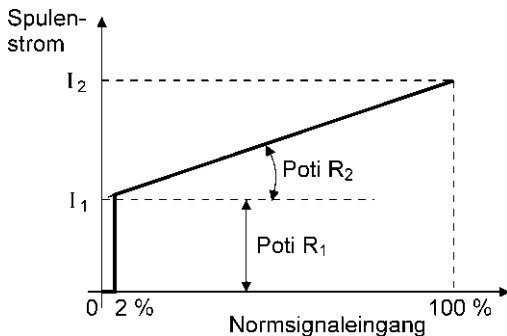

Bild 1: $I(U)$ -Kennlinie
- Verstärkungspotentiometer R_2 zur Festlegung der Steigung der $I(U)$ -Kennlinie und damit des maximalen Stromes I_2 bzw. des erreichbaren Durchflusses (bei maximalem Normsignal, z.B. 10 V) (Bild 1)
- die Nullpunktabschaltung garantiert ein Dichtschließen des Ventils bei Eingangssignal $< 2\%$ des Maximalwertes; dazu wird der Spulenstrom bei Eingangssignalen unterhalb dieser Schwelle (z.B. 0,2 V bei Normsignaleingang 0 .. 10 V) elektronisch auf Null gesetzt (Bild 1);